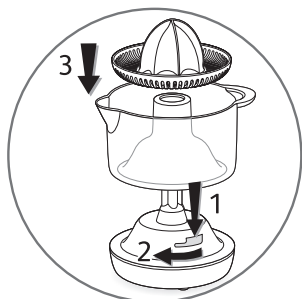

fig.1
- Placez d'abord la verseuse (B) et ensuite le cône plastique (C) sur le bloc moteur (A). Verrouillez l'ensemble (fig. 1).
- Place the jug (B) and then the plastic cone (C) on the motor unit (A). Lock the assembly (fig. 1).
- Plaats eerst de kom (B) en dan de kunststof perskegel (C) op het motorblok (A). Vergrendel het geheel (fig. 1).
- Setzen Sie den Behälter (B) und dann den Presskegel (C) auf den Motorblock (A). Verriegeln Sie den Behälter (Abb. 1).